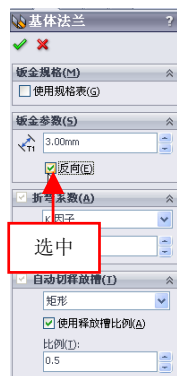

图 13-50 设置参数值
(3) 退出草图绘制环境，弹出【基体法兰】属性管理器，设置【厚度】为 3，选中【反向】复选框，如图 13-50 所示。